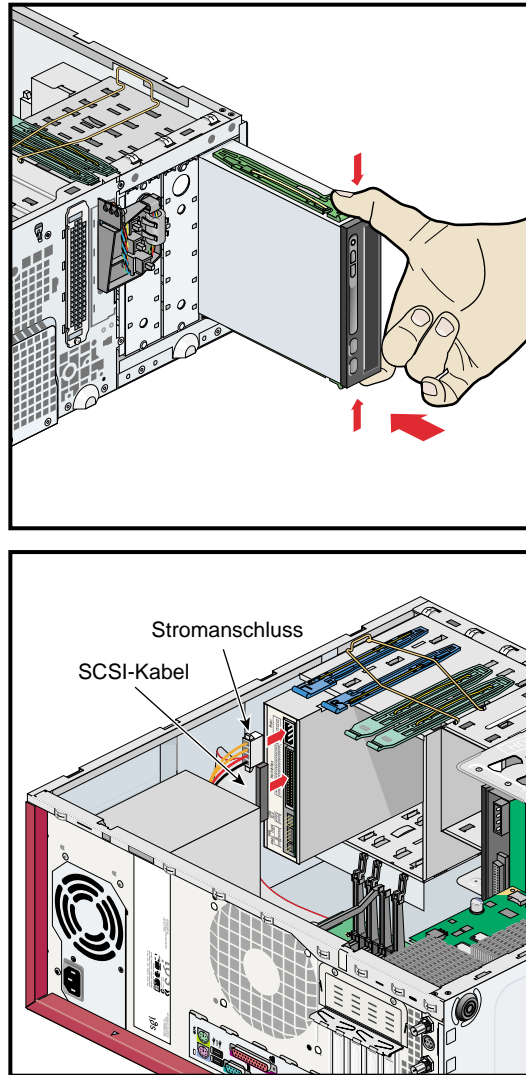

Abbildung 4-21 Installieren eines Laufwerks für austauschbare Datenträger
6. Richten Sie die Laufwerkschienen mit den Vertiefungen in den Seiten des Laufwerk-Einbaurahmens aus und schieben Sie das Laufwerk in den Laufwerk-Einbaurahmen. Siehe Abbildung 4-21.
8. Schließen Sie ein Stromkabel an der Rückseite des Laufwerks an. Siehe Abbildung 4-21 und Anhang C.
Hinweis: Das CD-ROM-Laufwerk ist in Abbildung 4-21 dargestellt. Das DAT-Laufwerk sollte in dem Schacht unter dem CD-ROM-Laufwerk eingebaut werden. Dabei ist nach dem vorstehend beschriebenen Verfahren vorzugehen. Es muss jedoch ein anderes SCSI-Kabel verwendet werden. Vollständige schematische Darstellungen der SCSI- und Stromverkabelung finden Sie in Anhang C, „Interne Verkabelung“.